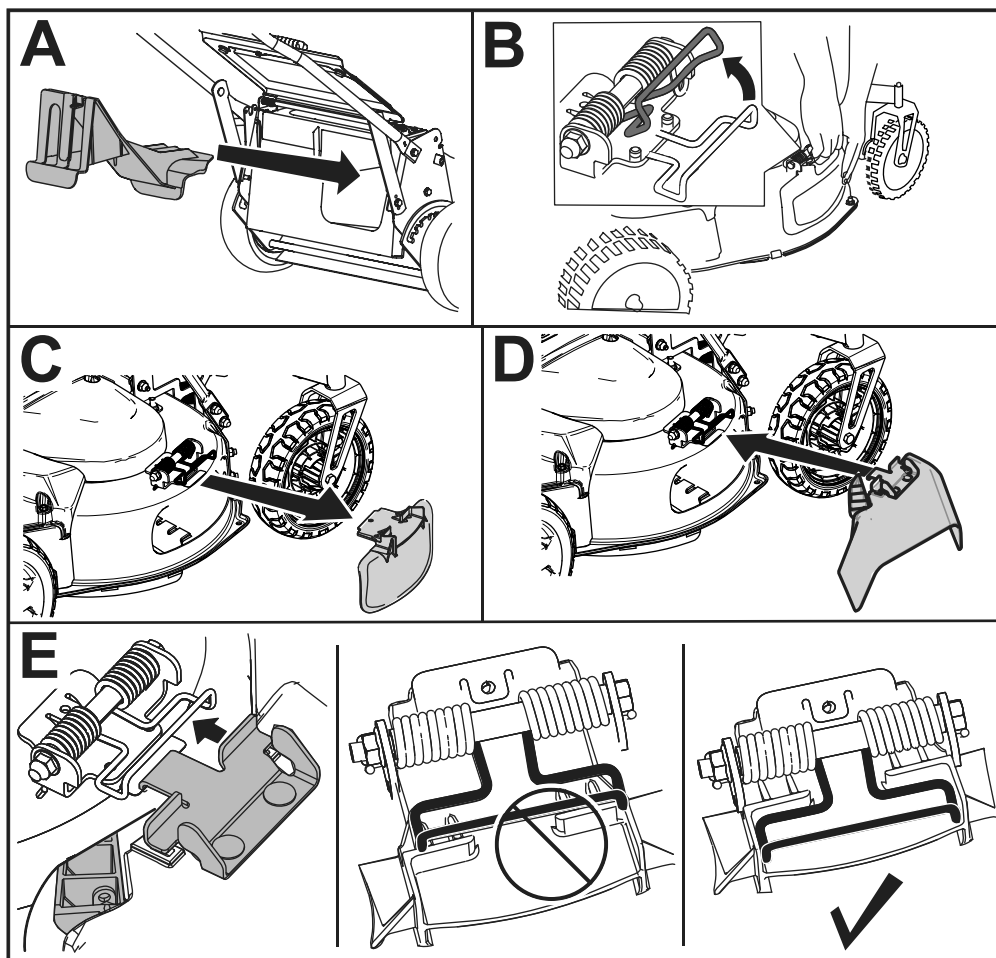

Figure 20
3. Insérez l'obturateur d'éjection arrière (A de Figure 20).
4. Déposez le déflecteur d'éjection latérale en tirant sur le ressort qui le maintient en place (C et C de Figure 20).
5. Pour monter la goulotte d'éjection latérale, tirez sur le ressort, placez la goulotte sur l'ouverture et abaissez le ressort sur les pattes en haut de la goulotte (D et E de Figure 20).